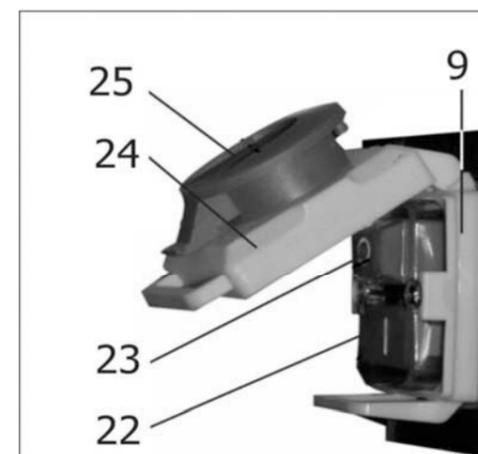
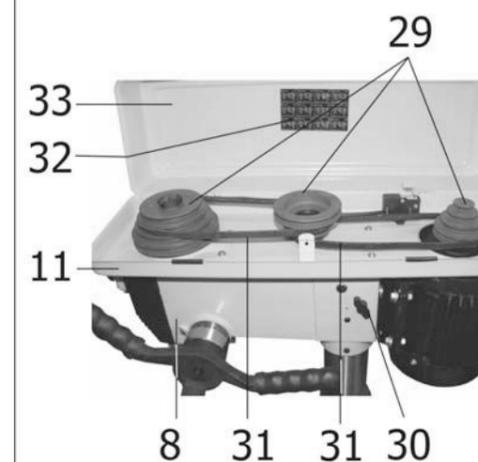

Рис.6
Рис.8
10.2. Перед тем как включить станок проверьте, закрыта ли крышка (33) кожуха ременной передачи (11), Рис.8. Ключ к патрону (O), Рис.1, не должен оставаться в сверлильном патроне (6), Рис.2. Режущий инструмент в сверлильном патроне (6) должен быть хорошо зажат, если режущий инструмент не установлен, то кулачки сверлильного патрона (6) должны быть сведены, Рис.2.
10.3. Станок оснащен магнитным пускателем, предотвращающим самопроизвольное включение после отключения питания. Магнитный пускатель (9), Рис.6, закрыт защитной крышкой (24) и заблокирован кнопкой (25), предотвращающей самопроизвольный пуск станка после нажатия на кнопку (25), Рис.6. При закрытой крышке (24) станок автоматически отключается от питания; станок можно включить только после открытия крышки (24) и нажатия зеленой кнопки (22). Отключение станка производится нажатием на красную кнопку (23), Рис.6. В случае необходимости экстренного отключения станка, следует нажать на красную кнопку (25), в результате чего произойдет отключение питания станка, Рис.6.
10.4. При открытии крышки (33) кожуха ременной передачи (11), Рис.8, станок должен отключиться. Повторное включение станка возможно после закрытия крышки (33) кожуха ременной передачи (11), Рис.8, и вторичного нажатия на зеленую кнопку (23), Рис.6 (см. п.10.3).
Скорость вращения шпинделя регулируется изменением положения клиновых ремней (31) на ступенях шкивов (29), Рис.8. Возможно установить 12 скоростей вращения шпинделя. Схемы положения клиновых ремней (31) на шкивах (29) для 12 вариантов скоростных режимов показаны на наклейке (32), находящейся на внутренней стороне крышки (33) кожуха ременной передачи (11), Рис.8.
Для изменения скорости вращения шпинделя предварительно следует ослабить натяжение клиновых ремней (31), Рис.8. Для этого необходимо ослабить винты фиксации (30), расположенные симметрично с двух сторон шпиндельной головки станка (8), Рис.8. Затем с помощью ручки (34) переместить электродвигатель (13) в сторону режущего инструмента, Рис.9. Руководствуясь данными наклейки (32) на крышке (33) кожуха ременной передачи (11), можно установить ремни (31) на ступенях шкивов (29) в требуемые позиции, Рис.8. Клиновой ремень можно натянуть с помощью ручки (34), переместив электродвигатель (13), Рис.9, в сторону от режущего инструмента и зафиксировав необходимое натяжение винтами фиксации (30) с двух сторон шпиндельной головки (8), Рис.8.